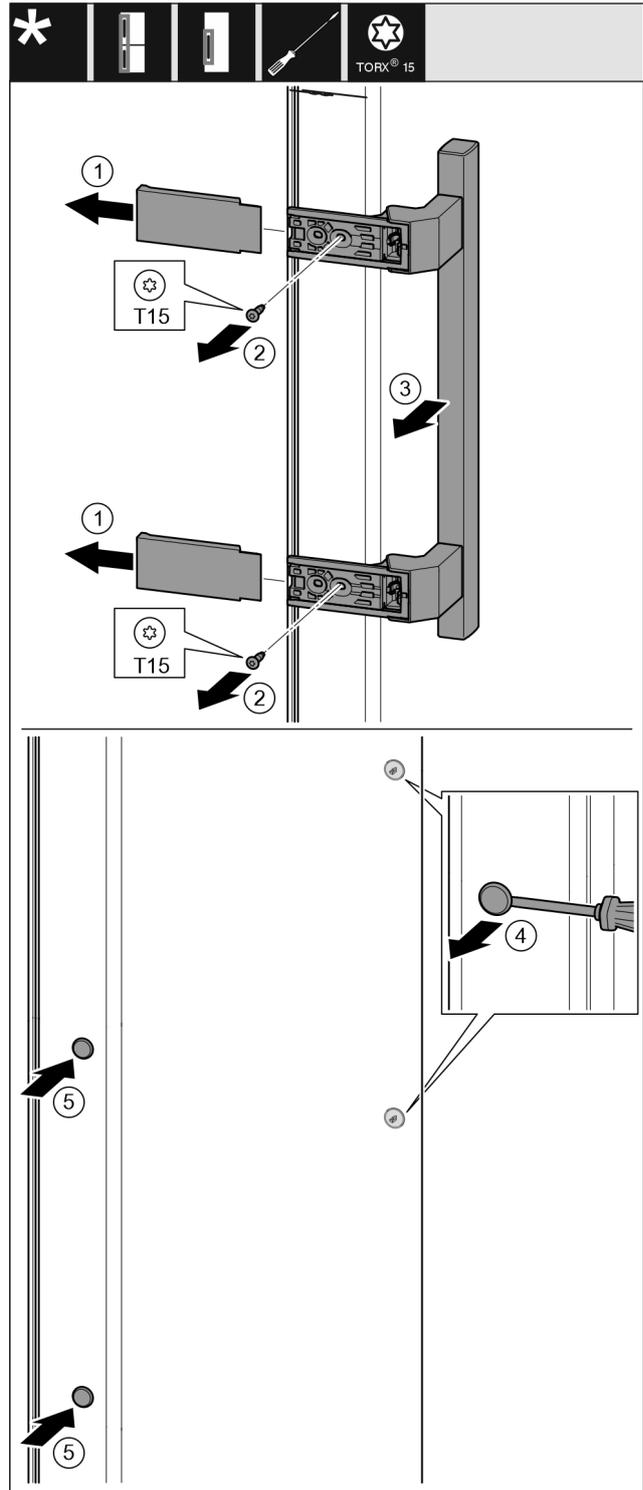

Fig. 13
- ▶ Stiahnite kryt. *Fig. 13 (1)*
- ▶ Skrutkovačom T15 vyskrutkujte skrutky. *Fig. 13 (2)*
- ▶ Odoberte držiadlo. *Fig. 13 (3)*
- ▶ Plochým skrutkovačom opatrne nadvihnite a vyberte bočnú zátku. *Fig. 13 (4)*
- ▶ Zátku opäť nasadte na druhú stranu. *Fig. 13 (5)*